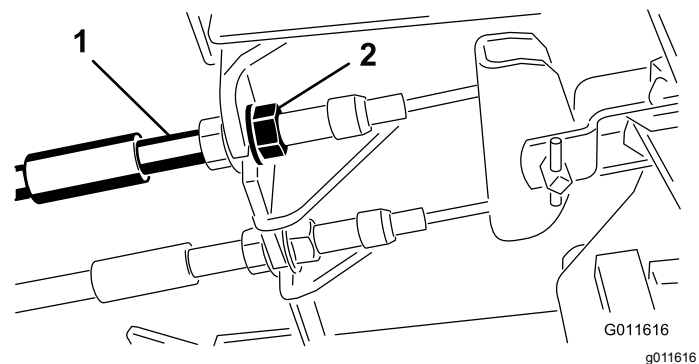

Bild 66
- Ziehen Sie zum Reduzieren des Spiels der Bremspedale die Bremsen fester – lockern Sie dazu die vordere Mutter am Gewindeende des Bremszugs (Bild 66).